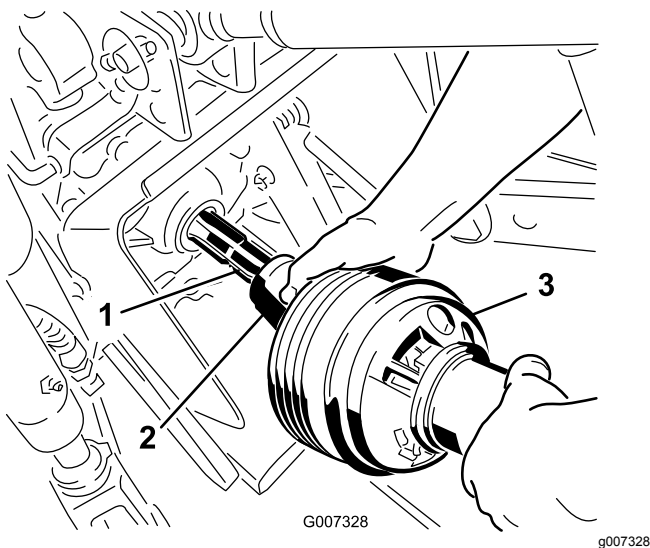

Bild 24
- Kuppeln Sie die Zapfwelle an der Zapfwelle des Traktors an (Bild 24).